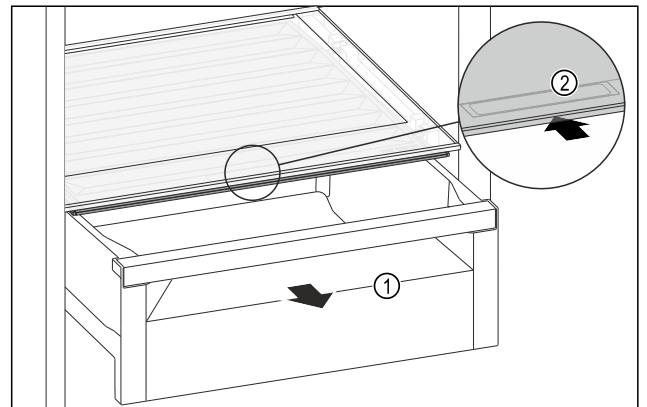

Fig. 122
- Schuifvak Fig. 122 (1) uittrekken.
- Greeplijst Fig. 122 (2) op het vakdeksel vastpakken en het vakdeksel gelijktijdig naar achteren schuiven.